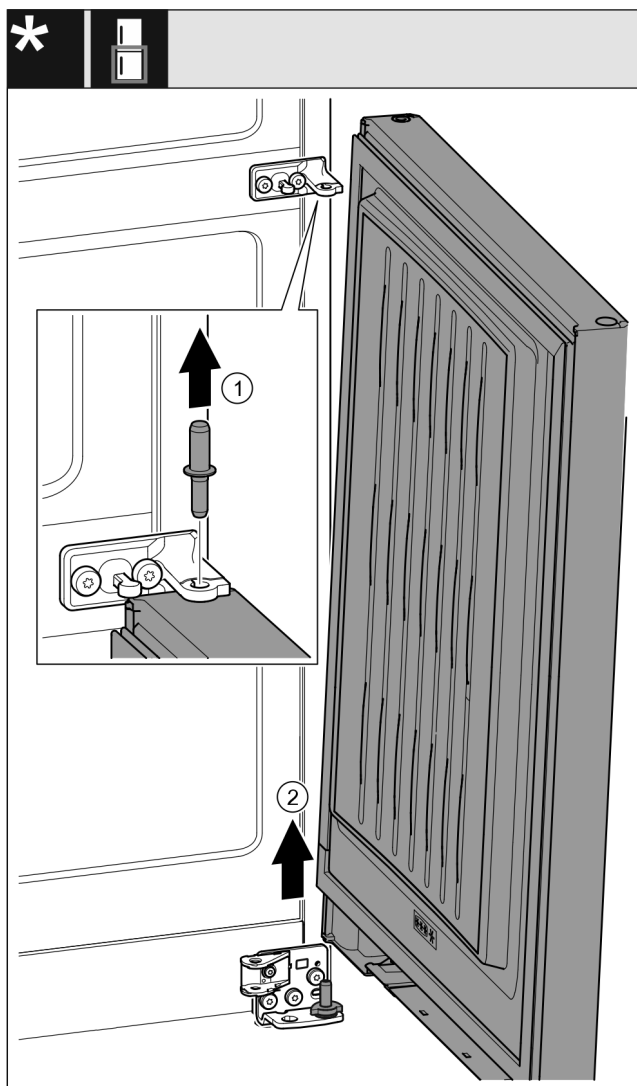

Fig. 23 *
- ▶ Extraer el perno hacia arriba. *Fig. 23 (1)**
- ▶ Girar la puerta hacia fuera, tirar de ella hacia arriba y colocarla a un lado. *Fig. 23 (2)**